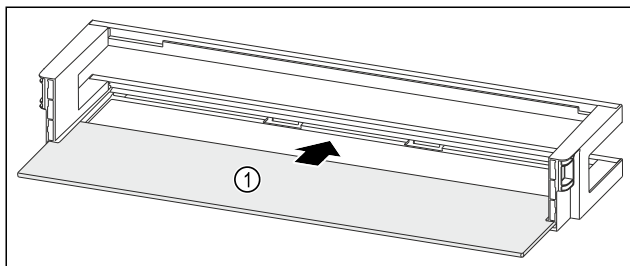

Fig. 119 Dveřní přihrádka s odkládací plochou
- Odkládací plochu Fig. 119 (1) zasuňte do bočních vybrání.